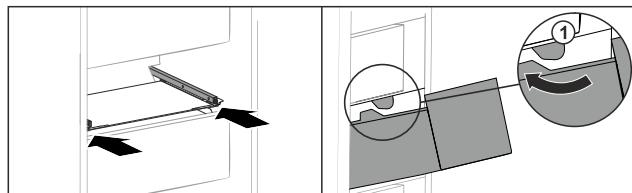

Fig. 160
- Прокарайте чекмеджето около ограничителите Fig. 160 (1).